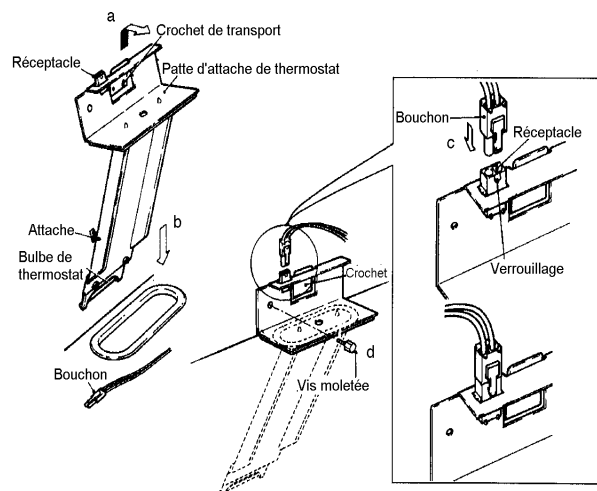

Fig. 3a
- 5) Installez le thermostat de contrôle du bac comme suit. (Voir Fig. 3a & 3b).